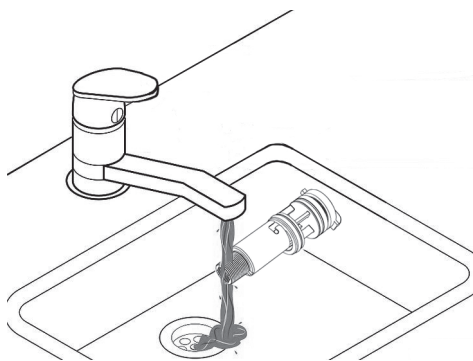
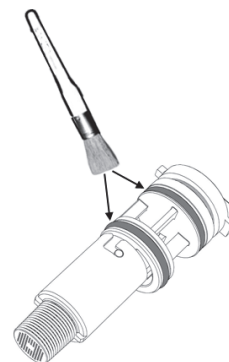

fig. 49
fig. 50
- Ahora es posible limpiar el caudal3metro (fig. 49 y fig. 50) o sustituir los componentes.